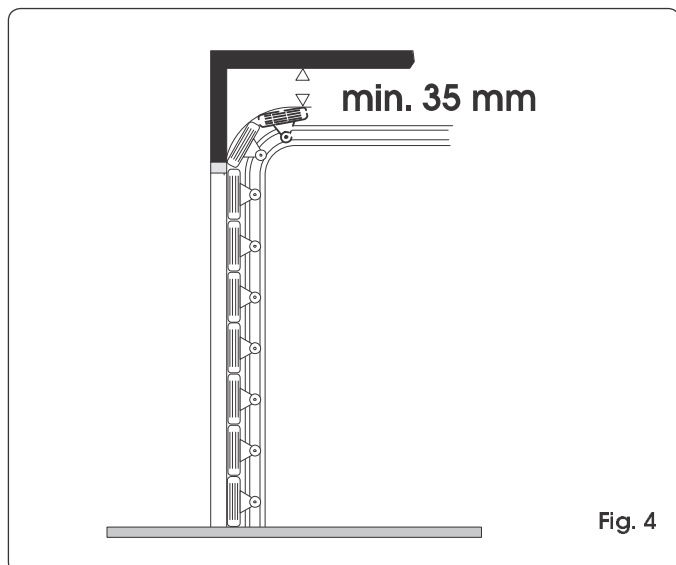

Fig. 4
Dimensiones totales máximas desde el techo (mm)	35 (Fig. 4)
- Compruebe que entre el techo y el punto más alto de deslizamiento de la puerta quede un espacio de por lo menos 35 mm. (Fig. 4).
- 2) Trace en el dintel una línea horizontal c correspondiente a la máxima altura que alcanza la puerta durante el movimiento (véase Fig. 4).